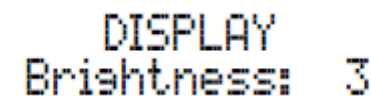

Рисунок 64
1. Нажимайте кнопку TRIM до тех пор, пока индикация “DISPLAY, Brightness: 3” не будет отображаться на дисплее Фронтальной панели. Смотрите рисунок 64.